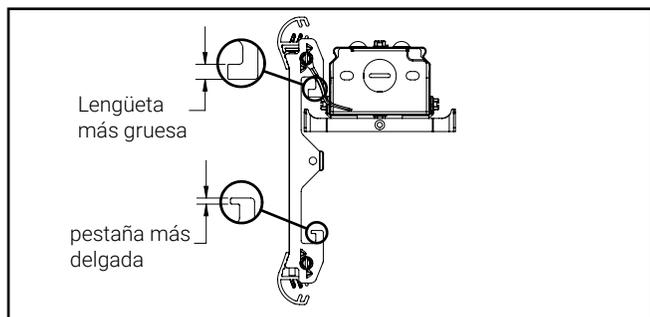

**Figura 2**
2. Cablee la luminaria según el código e instale la cubierta del canal con los tornillos suministrados. (Figura 2)